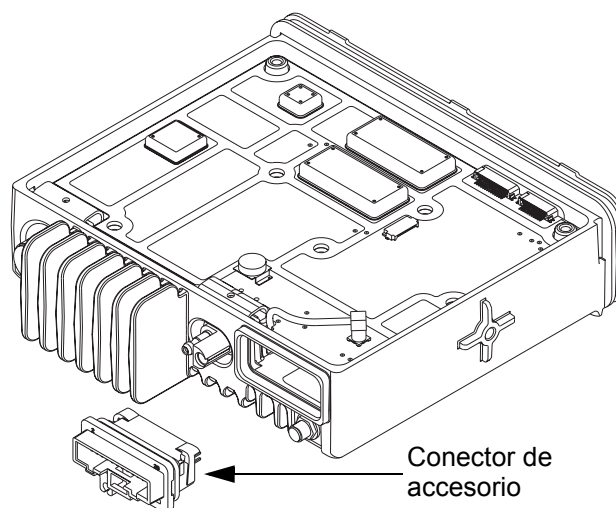

Figura 5-50 Inserción del conector de accesorio
3. Inserte el conector de accesorio dentro del conjunto del radio y presiónelo en su lugar hasta que el conector quede a ras con el chasis. Consulte la Figura 5-50.